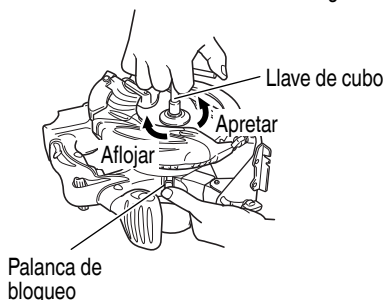

Fig. 15
- (1) Ajuste la velocidad de corte al máximo, y coloque la sierra circular como se muestra en la Fig. 15.